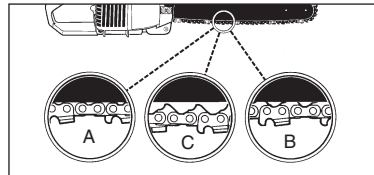

Abb. 6
VORSICHT: Wenn die Sägekette **ZU LOCKER** oder **ZU STRAFF** ist, nutzen sich die Zähne, die Schiene, die Kette und das Kurbelwellenlager schneller ab. Abb. 6 informiert über die richtige Spannung A (kalter Zustand) und Spannung B (warmer Zustand), und dient als Anleitung für weitere Einstellungen der Sägekette (C).